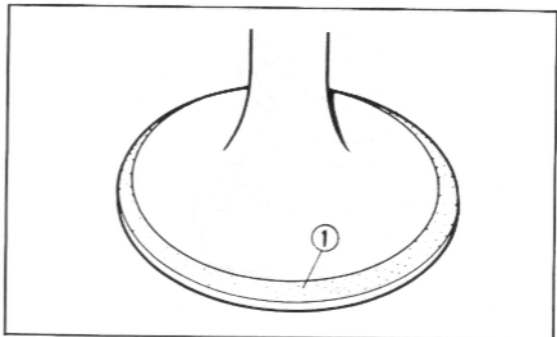

Bild 128
-  Jedes Ventil auf anomal abgenutzte Sitzfläche untersuchen. Siehe Bild 128.